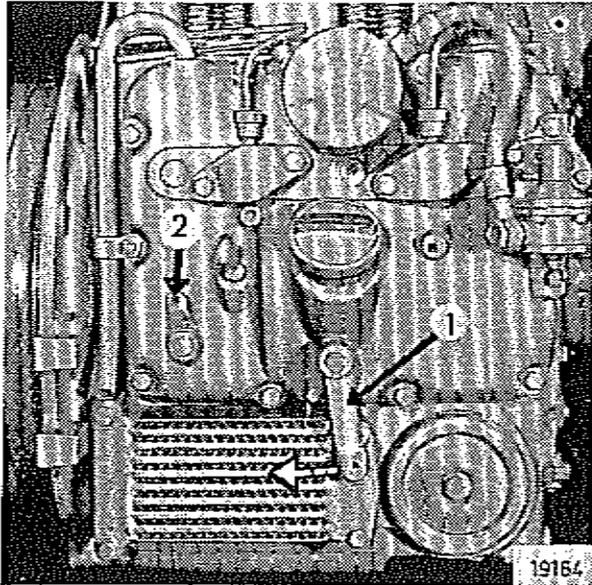

Bild 6
2. Drehzahlverstellhebel 1 (Bild 6) durch Hand- oder Fußhebelbetätigung in Pfeilrichtung auf etwa $\frac{1}{4}$ Drehzahlstellung bringen.
1. Drehzahlverstellhebel 1 (Bild 6) auf niedrige Drehzahl stellen.